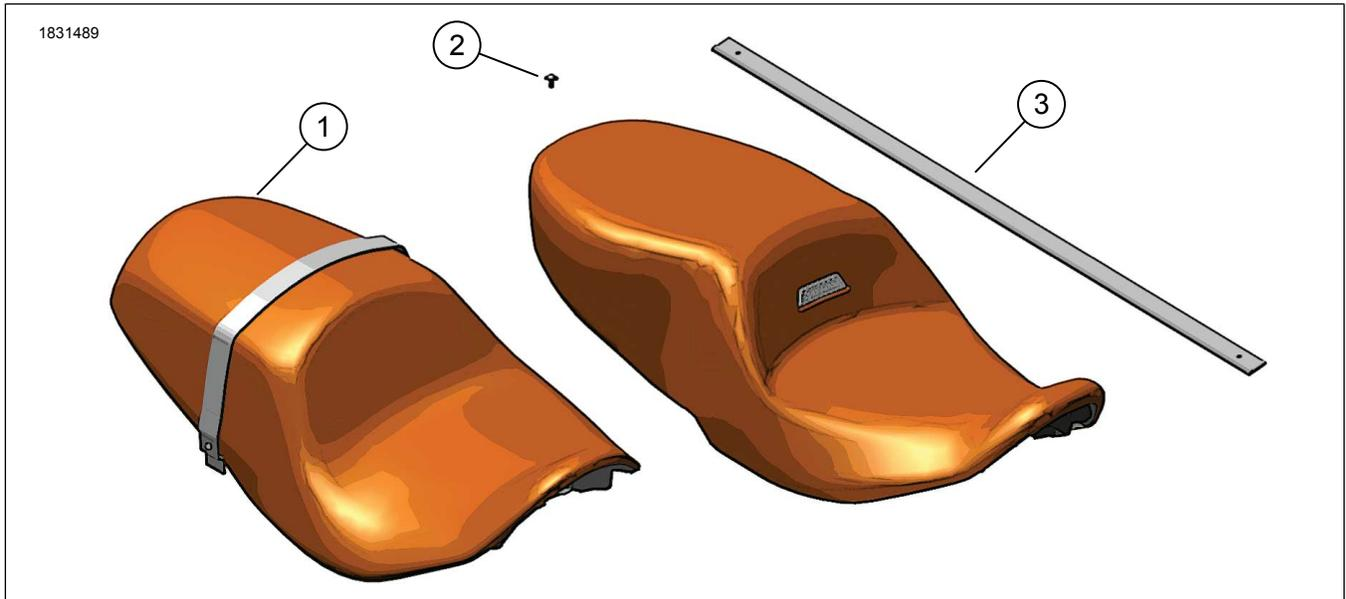
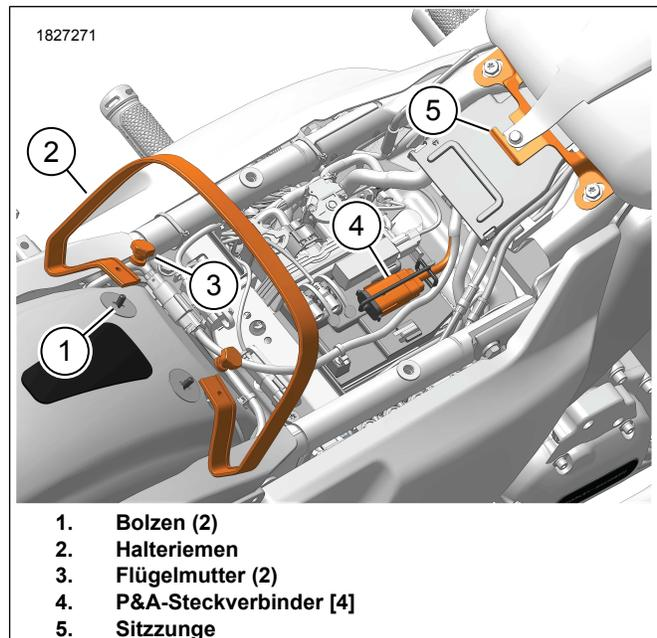
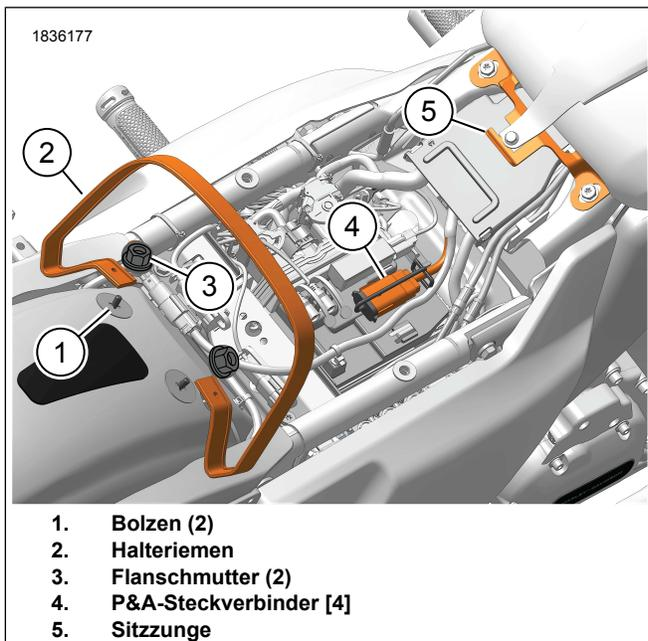
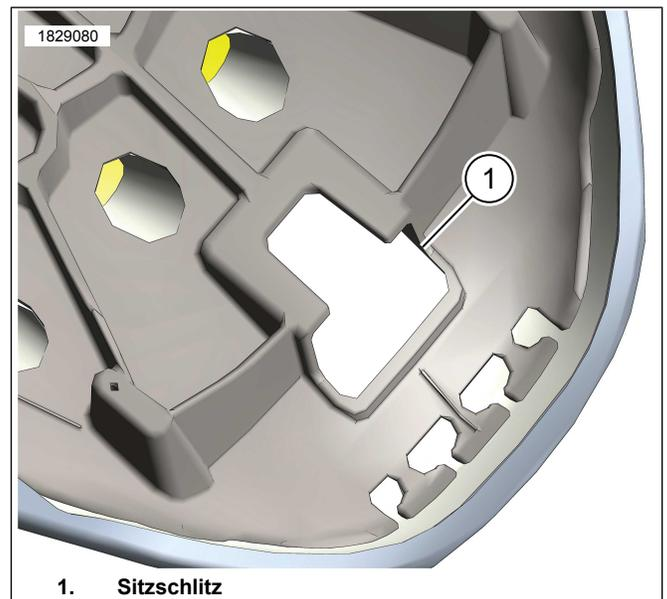

Abbildung 1. Inhalt des Satzes: Sitze – Touring
Abbildung 2. Einbauorte der Komponenten
Abbildung 3. Einbauorte der Komponenten
Abbildung 5. Sitzbefestigungsschlitz
- Siehe Abbildung 2. Bei Fahrzeugen mit Flügelmuttern Schritte 1a und 1b befolgen.
- Siehe Abbildung 3. Bei Fahrzeugen mit Flanschmuttern Schritte 1a und 1c befolgen.
1. Siehe Abbildung 2 und Abbildung 3. Den neuen Halteriemen einbauen.
- a. Den Halteriemen (2) an den Bolzen (1) befestigen.
- b. Die Flügelmuttern (3) einbauen. Festziehen.
3. Siehe Abbildung 2 und Abbildung 5. Die Hinterseite des Sitzes durch den Halteriemen (2) führen, bis sich der Sitzbefestigungsschlitz (1) an der vorderen Unterseite des Sitzes hinter der Sitzzunge (5) befindet.
4. Den Sitz nach vorne schieben, bis die Sitzzunge vollständig in den Sitzbefestigungsschlitz (1) einrastet.
5. Siehe Abbildung 1. Die Sitzschraube (2) einbauen. Festziehen.